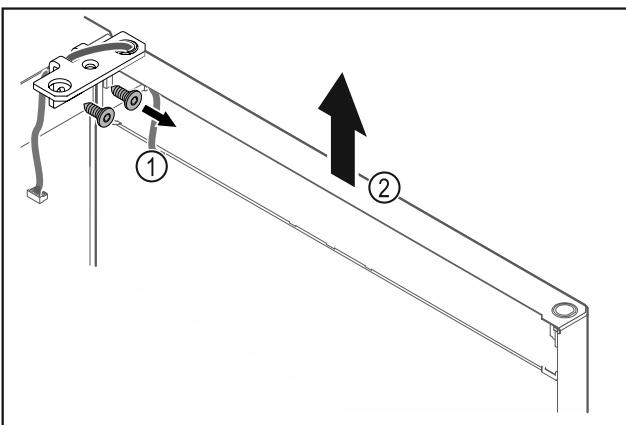

Fig. 27
- ▶ Odvignite kutne šarke Fig. 27 (1).
- ▶ Dignite vrata s kutnim šarkama Fig. 27 (2) cca 200 mm ravno prema gore i skinite ih.